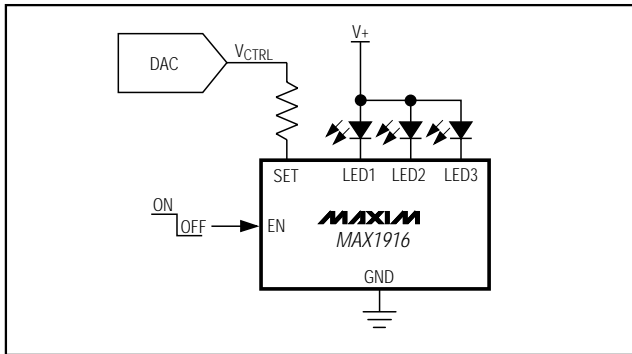

図3. DAC使用の輝度調整
- 2) DACを使用した輝度調整(図3)：出荷時のキャリブレーションを不要にするためにLEDの輝度がダイナミックに調整できるようにDACは $V_{CTRL}$ として使用されています。バッテリー(シングルLi+又は3個のNiMH電池)電源又は安定化された電源がLEDを駆動します。